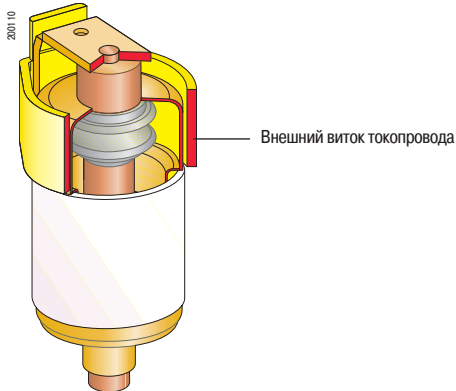

Рис. 4. Дугогасительная камера 10 кВ с внешним витком токопровода
- либо с помощью витков снаружи камеры (рис. 4) для номинального напряжения до 17,5 кВ;